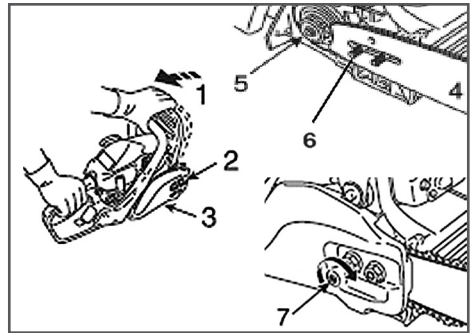

Рис. 2 Установка шины
1. Перед установкой шины и цепи убедитесь в том, что тормоз цепи находится в расторможенном положении. Для этого ручку тормоза 1 (Рис. 2) потяните на себя до щелчка.
2. Открутите гайки 2 и снимите крышку 3 (Рис. 2).
3. Установите шину 4 пазом на шпильки крепления шины 6 и передвиньте ее в сторону барабана сцепления 5 для облегчения установки цепи (Рис. 2).
- Вращая винт шестерни натяжения цепи 7 (Рис. 2) против часовой стрелки, установите палец механизма натяжения в крайнее левое положение. Установите на место крышку шины 3 (Рис. 2).
- Отрегулируйте натяжение цепи (см. раздел «Регулировка натяжения цепи») вращая винт шестерни натяжения цепи 7 (Рис. 2) по часовой стрелке.